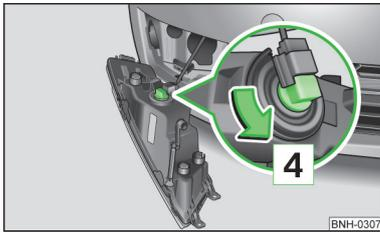

Fig. 154
- Estrarre la spina » fig. 154.
- Ruotare lo zoccolo della lampadina in direzione della freccia **4** » fig. 154 ed estrarlo.